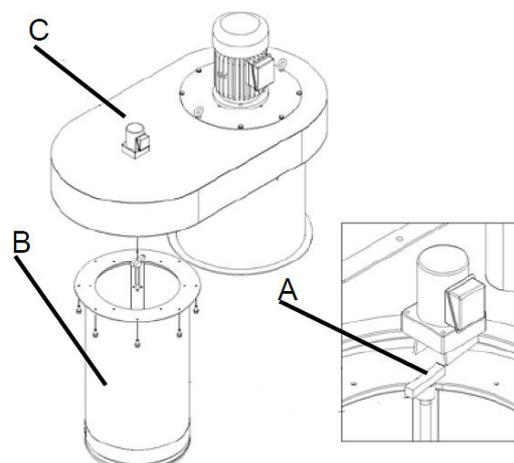

Abb. 6: Hauptgehäuse montieren
Schritt 6: Setzen Sie die Halterung (A, Abb.6) zwischen die Führung der Filterkartusche und Hauptgehäuse ein und verwenden Sie die Sechskantschrauben M8X16, um die Filterkartusche (B, Abb.6) und das Hauptgehäuse (C, Abb.6) miteinander zu montieren.